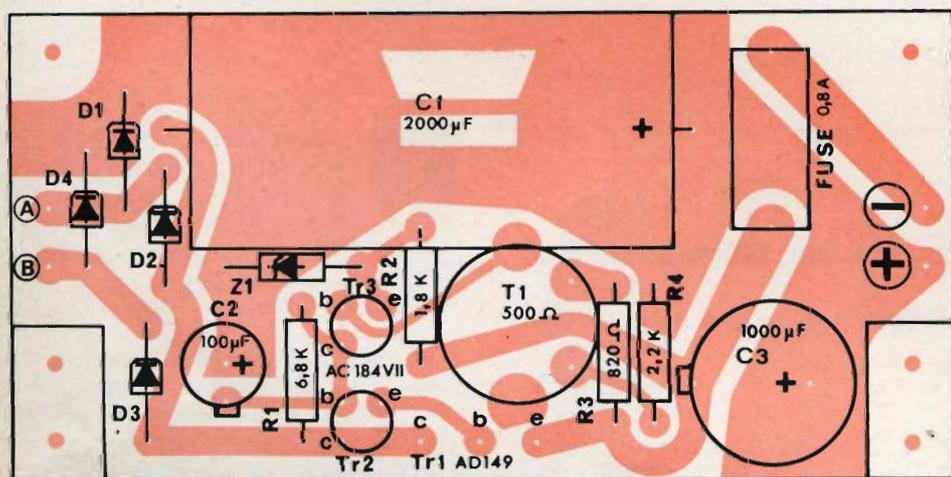

Fig. 2 - Serigrafia dei componenti sul circuito stampato.
In fig. 2 è riportata una vista serigrafica della disposizione dei componenti e tale serigrafia è stampata sulla parte non ramata della basetta a circuito stampato, in modo da facilitare enormemente il montaggio.
- Tagliare 7 cm di trecciola rossa, nera e bianca, quindi saldare tali spezzi ai punti c-b-e riferiti a TR1 - AD 149 come si può notare dalla citata fig. 2.